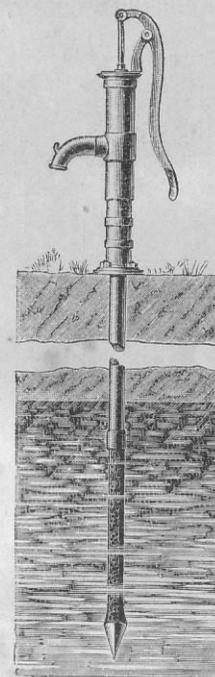

Fig. 15.
a) Die Wasserversorgung aus Grundwasser geschieht durch Aoffung einer Quelle oder Anlage eines Brunnens. Man unterscheidet gegrabene und geschlagene oder Röhren- bezw. abessynische Brunnen. Bei den letzteren werden Eisenrohre in den Boden getrieben und oben eine Pumpvorrichtung angebracht, welche zwar wenig, aber in der Regel gutes Brunnenwasser liefert. Die in Fig. 15 dargestellte Abbildung eines Röhrenbrunnens stammt aus dem „Gesundheitsbüchlein“, Verlag von Jul. Springer, Berlin. Auch der gewöhnliche oder gegrabene Brunnen wird ge-